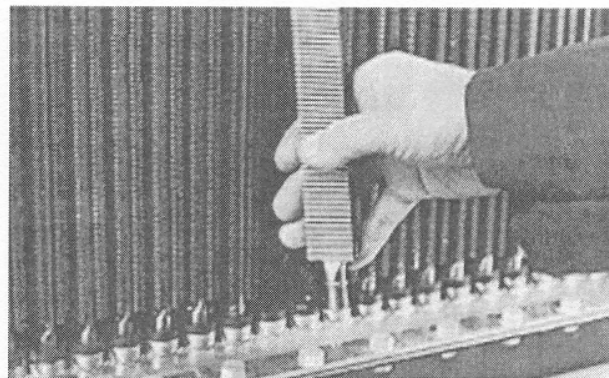

FIGURA 3-9. ANGULACION DEL TUBO DURANTE EL DESMONTAJE
3. Saque el tubo del sello superior mientras gira simultáneamente el tubo. Angule el tubo solamente lo suficiente para sacar el radiador. Consulte la Figura 3-9. Retirar el tubo en un ángulo excesivo puede dañarlo.